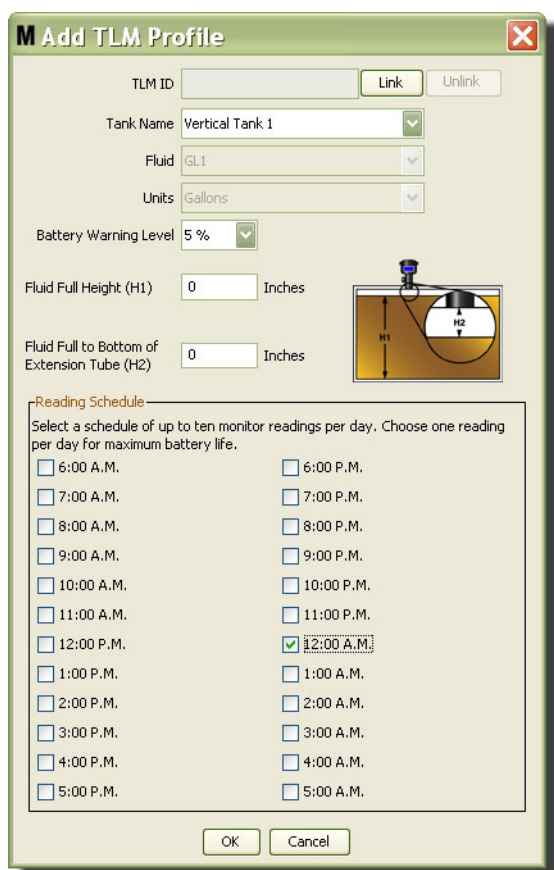

Рис. 108
3. Появится окно «Add TLM Profile» [Добавить профиль КИП уровня цистерны] (Рис. 108).
2. В этом окне Рис. 108 нажмите кнопку «Link» [Связать] и из выпадающего списка выберите КИП уровня цистерны, для которого создается профиль. Это свяжет КИП с ПК и обеспечит связь между двумя устройствами в системе Matrix.
Обратите внимание, что кнопка «Link» [Связать] (Рис. 108) больше неактивна; зато, стала активной кнопка «Unlink» [Отменить связь]. Если нажать кнопку «Unlink» [Отменить связь], связь между КИП уровня цистерны и ПК системы Matrix разорвется.